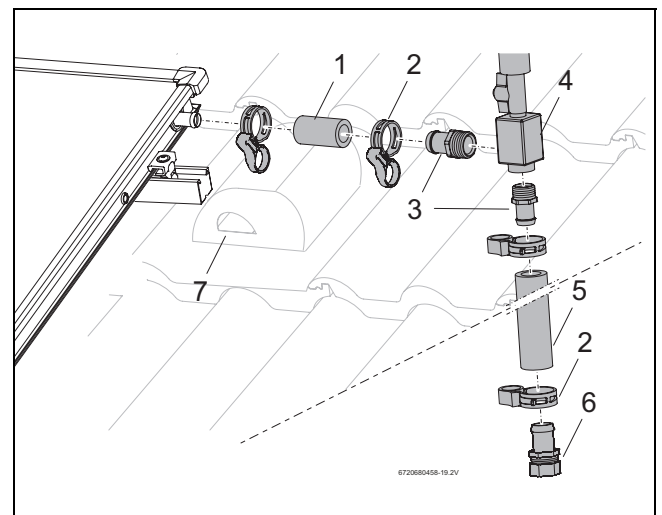

Fig. 52 Montarea aerisitorului deasupra acoperișului
- ▶ Împingeți furtunul solar (55 mm, Fig. 52, [1]) pe țeava pentru tur a câmpului de panouri și fixați-l cu brida cu bandă elastică.
- ▶ Înșurubați strâns capătul furtunului R³/₄ cu o-ring (Fig. 52, [3]) în ventilul aerisitor (Fig. 52, [4]).
- ▶ Împingeți capătul furtunului (Fig. 52, [3]) pe furtunul solar (Fig. 52, [1] și [5]) până se oprește și fixați-l cu brida cu bandă elastică (Fig. 52, [2]).
- ▶ Împingeți furtunul solar pe capătul furtunului (Fig. 52, [6]) până se oprește și fixați-l cu brida cu bandă elastică.
- ▶ Treceți furtunul solar și cablul senzorului prin țigla de aerisire (Fig. 52, [7]) și prin izolația acoperișului.
- ▶ Racordați canalul colector la capătul furtunului cu presetupă de fixare (18 mm) (Fig. 52, [6]).